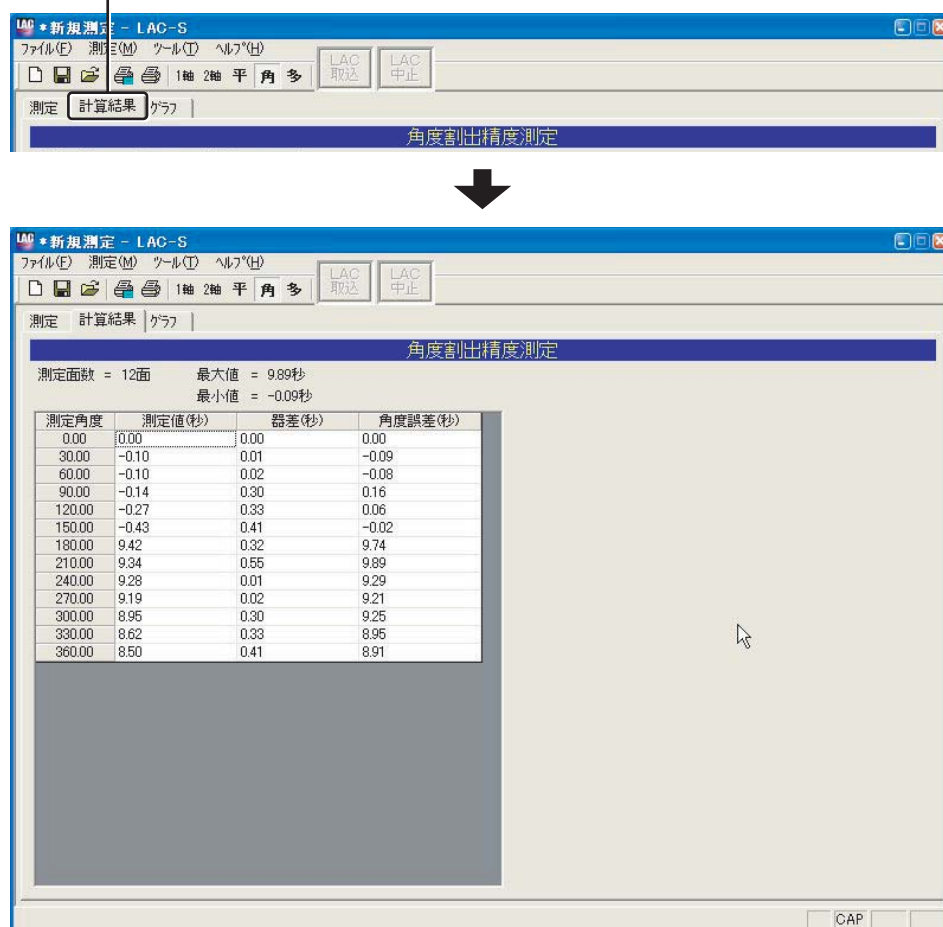

図5-10-12
5.10.2で行った「計算結果」を表示します。角度割出精度測定画面の[計算結果]タブをクリックすると計算結果が表示されます(図5-10-12)。